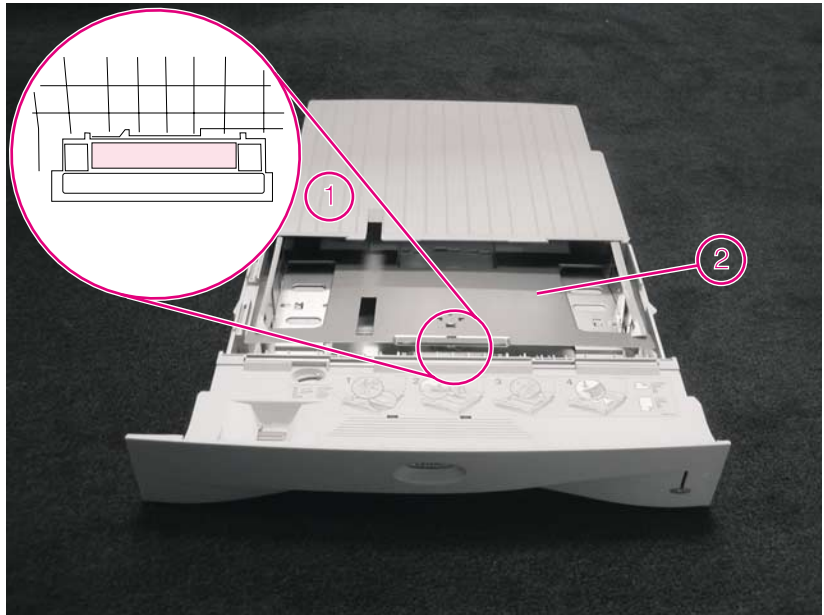
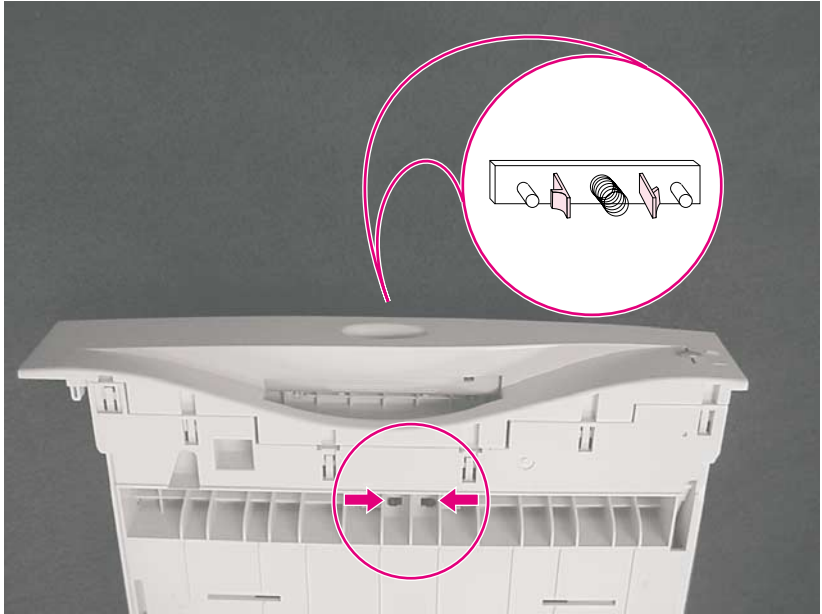

Figura 10 Extracción de la almohadilla de separación y del muelle de la bandeja 2 (vista superior)
Figura 11
- 2 Mientras mantiene pulsada la placa de elevación del papel (Figura 10, elemento 2), alcance la parte delantera de la bandeja y apriete las pestañas negras para sacar la almohadilla de separación de la bandeja. (Véase la Figura 10, elemento 1, y la Figura 11.)